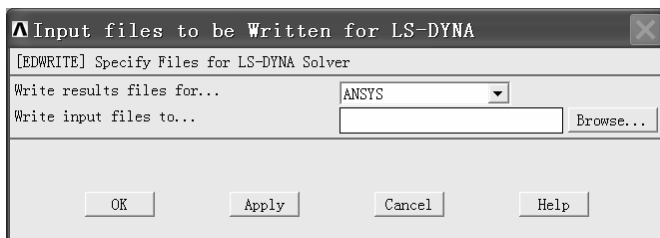

图 5-25 “Input files to be Written for LS-DYNA” 窗口
(1) 依次选择 Main Menu>Preprocessor>Solution>Write Jobname.k, 弹出 “Input files to be Written for LS-DYNA” 窗口 (见图 5-25)。